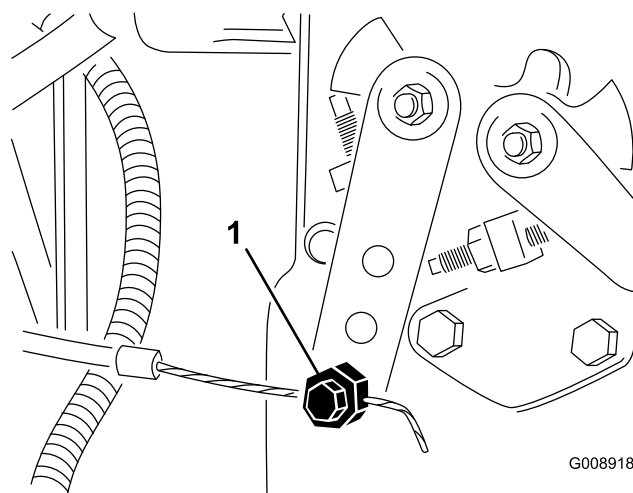

Figure 68
2. Desserrez le connecteur du câble d'accélérateur sur le bras du levier de la pompe d'injection (Figure 68).